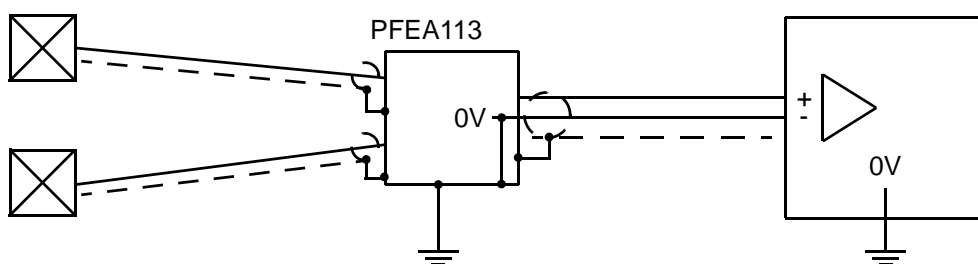
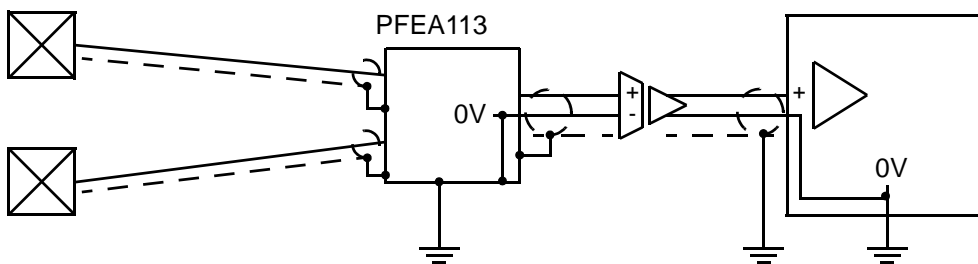

Figure 2-6. Connexion à un système supérieur avec une entrée isolée ou différentielle
Figure 2-7. Connexion à un système supérieur à travers un amplificateur d'isolement séparé
- Dans la mesure où la terre du signal du système de mesure est connectée à la terre du châssis de l'unité de contrôle électronique, l'entrée d'un système supérieur connecté au système de commande n'a pas besoin d'être reliée à la terre. Les meilleures manières de connecter le système de mesure et un système supérieur et d'obtenir un fonctionnement optimal sont indiquées à la Figure 2-6 et à la Figure 2-7.